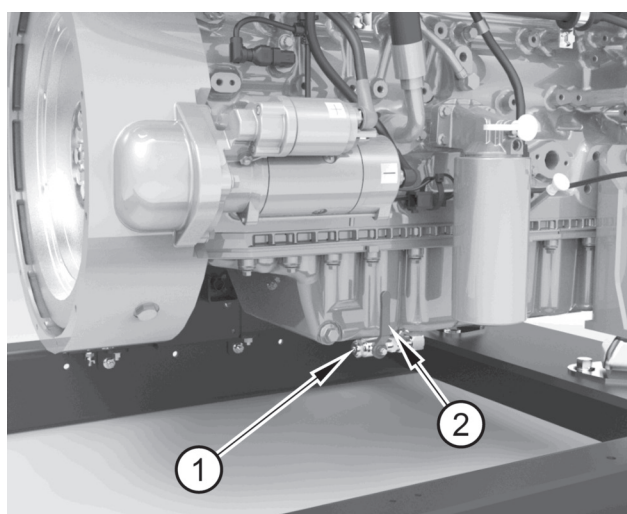

Figure 30
1. Retirez le bouchon de vidange (figure 30, repère 1).